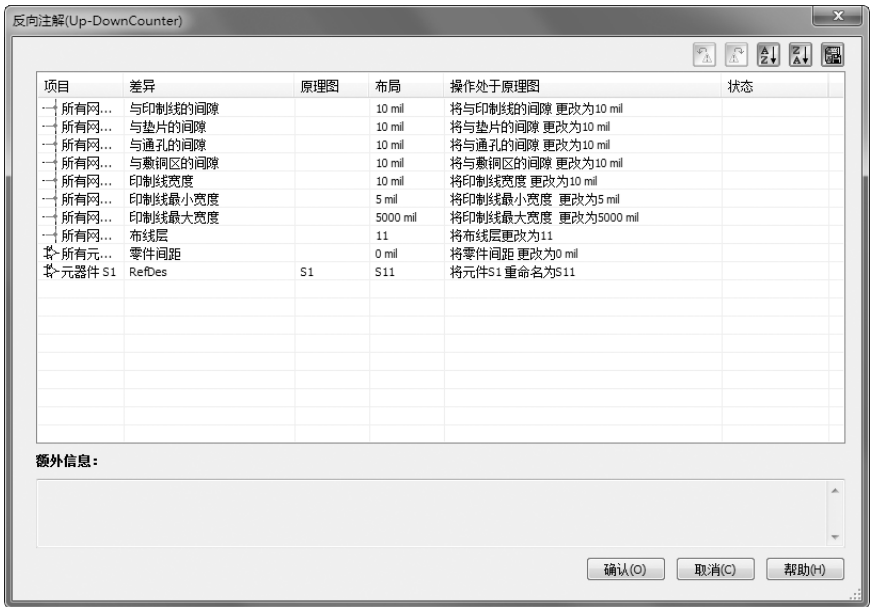

图 12-24 “反向注解”对话框
2) 单击“保存”按钮，自动打开 NMultisim 14.0，并打开图 12-24 所示“反向注解”对话框，在该对话框中显示修改信息，如图 12-24 所示。